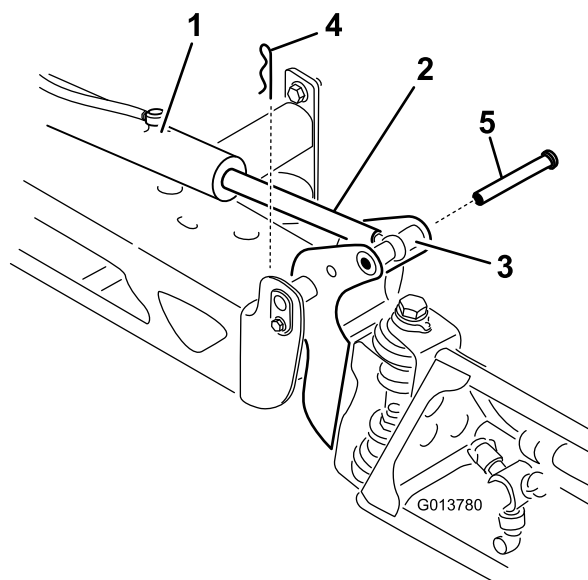

Figure 118
2. Retirez la goupille fendue de l'axe de pivotement (Figure 118).
3. Élevez la rampe et retirez l'axe (Figure 118), puis abaissez lentement la rampe au sol.
9. Tout en maintenant la rampe, insérez l'axe dans le pivot de rampe et la tige du vérin (Figure 118).